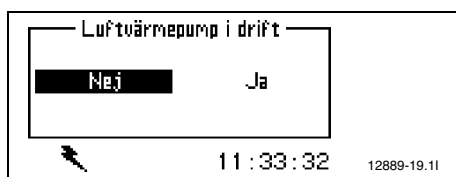

Bild 23
- ▶ Starta värmepumpen, kvittera bort luftvärmepump (→ bild 23) under meny Uppstart på installatörsnivå.